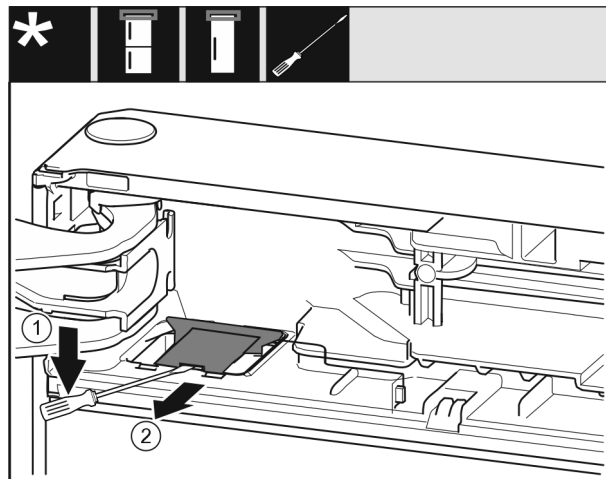

Fig. 9
- ▶ Išdrožiniu atsuktuvu atkelkite dengiamąją plokštelę ir ją padėkite. Fig. 9 (1)
- ▶ Išimkite dengiamąją plokštelę. Fig. 9 (2)